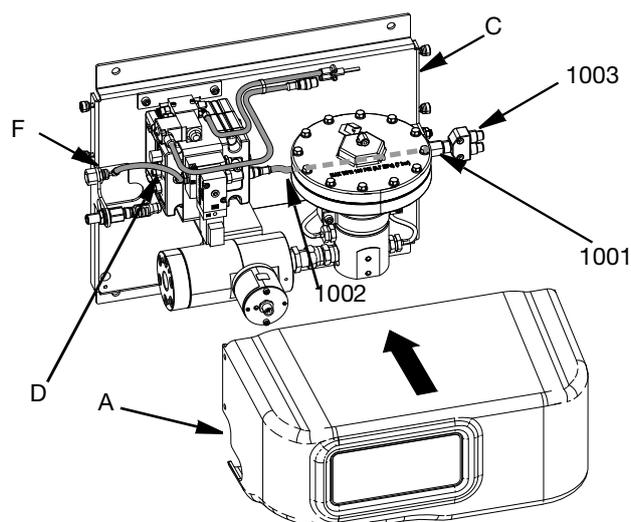

Рис. 9
- Вставьте регулятор пневмолинии (D) в коленчатый фитинг для поступающего воздуха (F).
- Установите сквозной соединитель M12 (1001) в монтажную пластину PCF (C).
- Установите на место крышку PCF (A). См. Рис. 9.